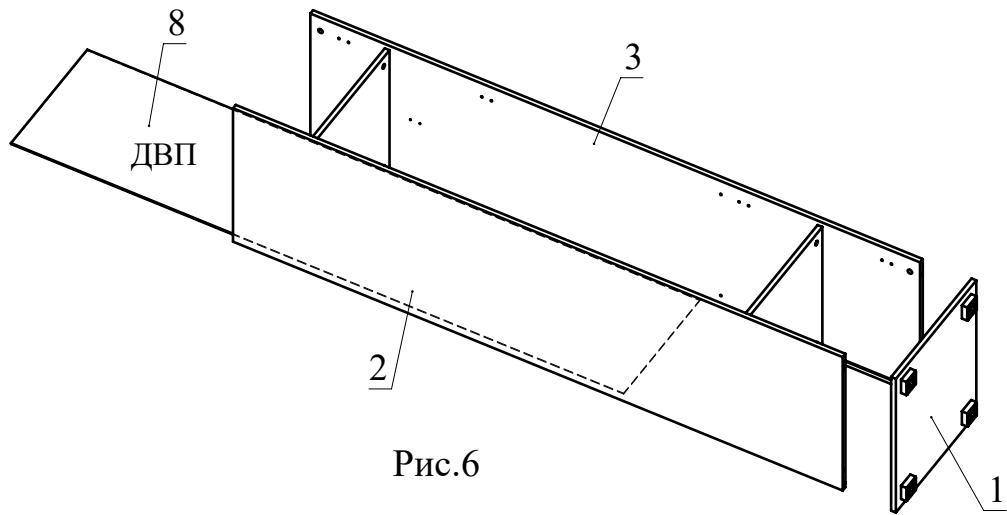

Рис.6
7. Установите деталь 1 на детали 2, 3 и затяните головки минификсов (Рис. 6).
8. В пазы деталей 1, 2, 3 вставьте заднюю стенку 8 из ДВП (Рис. 6).